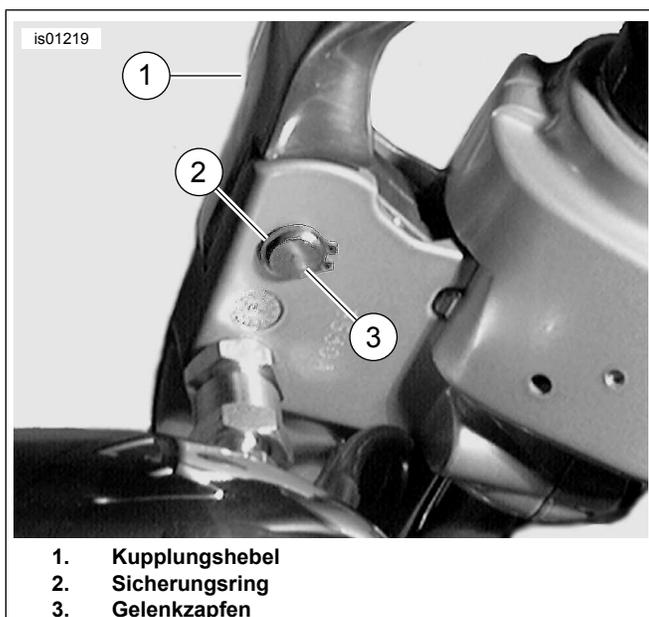

Abbildung 2. Kupplungshebel entfernen
- Siehe Abbildung 2. Den Sicherungsring (2) aus der Nut im Gelenkzapfen (3) der Kupplung entfernen und entsorgen.
1. Siehe Abbildung 2. Die Blinker-Sicherungsmutter unter der Bremshebel/Hauptbremszylinder-Baugruppe festhalten, und den Spiegel abschrauben (gegen den Uhrzeigersinn). Spiegel- und Blinker-Baugruppe entfernen. Spiegel und Unterlegscheiben zum Einbau aufbewahren. Einen Kabelbinder oder ein anderes Werkzeug zum Befestigen der Blinker-Baugruppe verwenden, damit sie nicht im Weg ist.